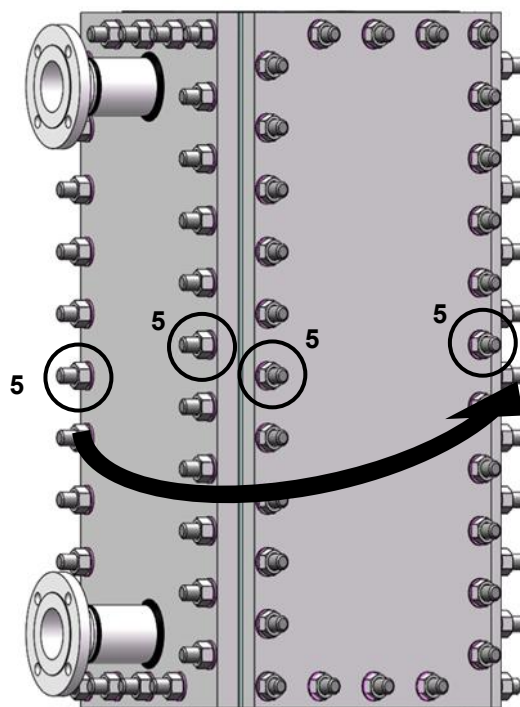

Figura 16
- Pre-strângeți piulițele 5 întorcându-vă în jurul ansamblului (figura 16).
- Strângeți piulițele 5 prin rotirea unității (figura 16).